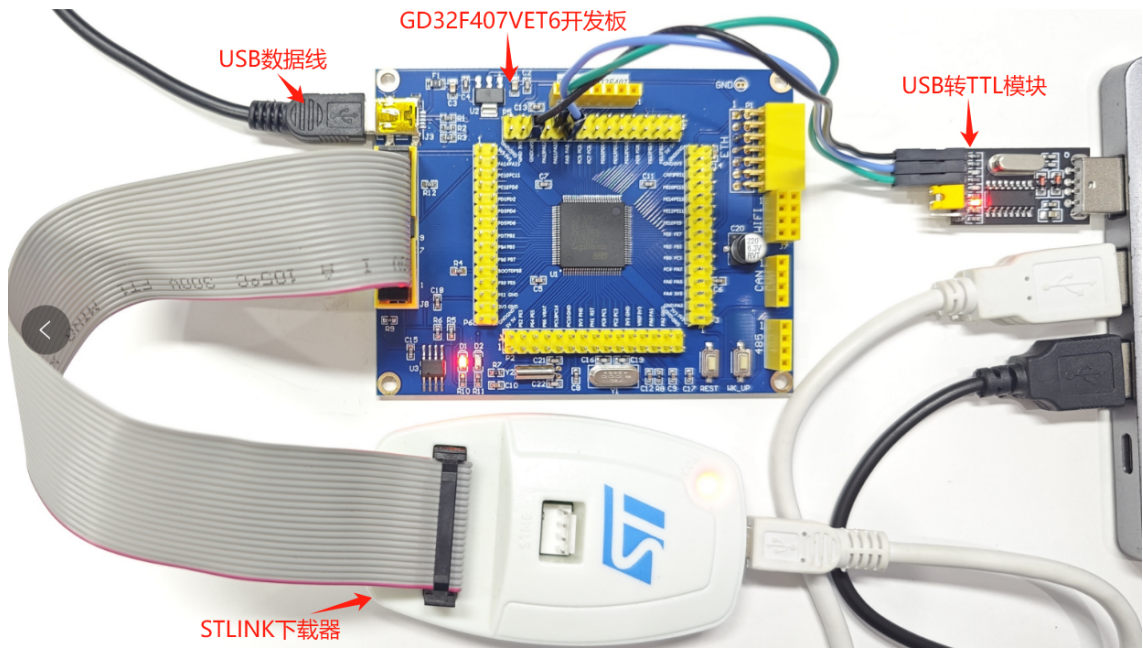
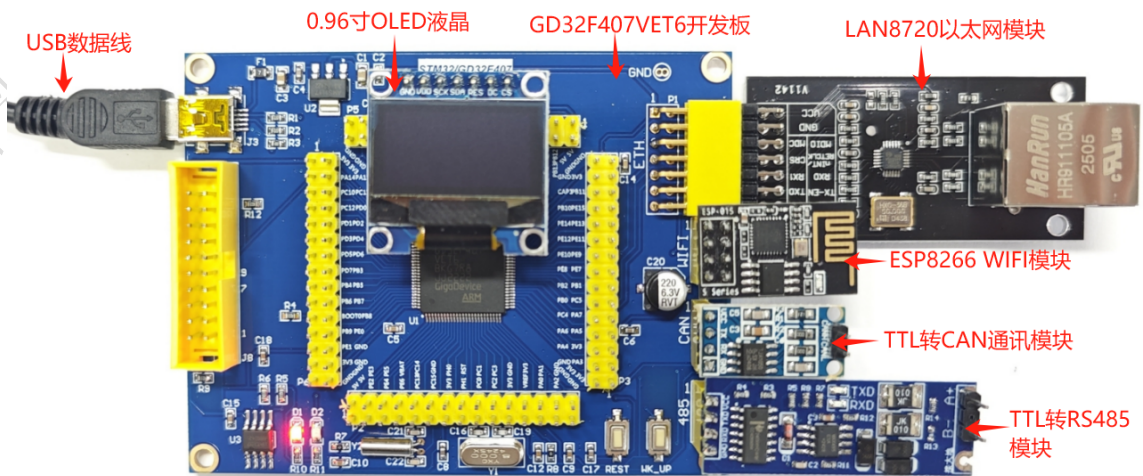

图 1
图 2
1. 供电：使用 USB 5.0V 接口供电，USB 口可以用来供电，也可以实现 USB 虚拟串口实验，MiniUSB 线一头接电脑，一头接板子 MiniUSB 口,如图 1 所示。
2. 下载仿真器 STLINK 连接：使用 STLINK 的 20PIN 排线直接连接板子 20PIN JTAG 口，如图 1 所示。
3. 传感器连接：OLED 液晶模块，TTL 转 485 模块，ESP8266 WIFI 模块，LAN8720 以太网模块，TTL 转 CAN 模块可以如图 2 直接插就可以使用，其他传感器需要用杜邦线连接。
目前例程都是独立工程，程序在网盘->代码文件夹下，每个压缩包都是一个独立的工程，可以下载下来解压，以 GPIO 输出驱动 LED 例程为例，在安装了 4.1 所指的 Keil5 MDK533 以及 GigaDevice.GD32F4xx_DFP.2.0.0 之后，可以直接双击 project 文件夹下的 template.uvprojx 可执行程序(如图 1)，如图 2 所示就算成功打开了一个工程。